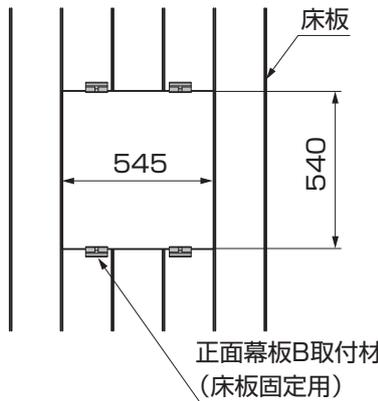
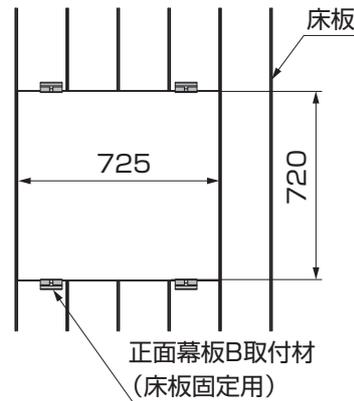

図12-1 3枚抜きの場合
図12-2 4枚抜きの場合
- 床板に内寸法545mm×540mm、または725mm×720mmあいているか確認してください。(図12-1、図12-2参照)
- ①正面幕板B取付材(床板固定用)を床板の4ヶ所にはめこんでください。(図12-1、図12-2参照)